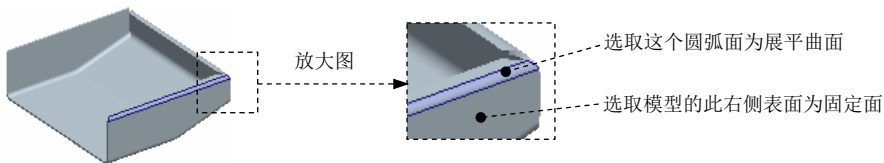
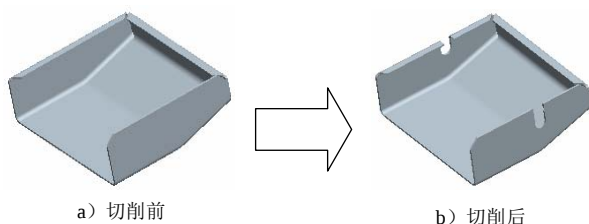
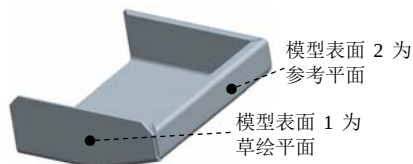
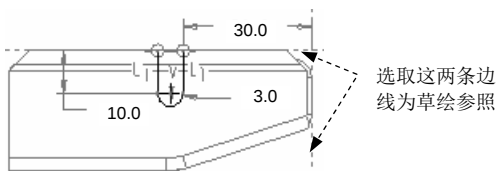

图 11.6.33 选取固定面和展平曲面
图 11.6.34 拉伸特征 2
图 11.6.35 草绘平面
图 11.6.36 截面草图
(1) 选择命令。单击 **模型** 功能选项卡 **折弯** 区域中的“展平”按钮 。
(2) 定义固定面。在“展平”操控板中单击 按钮,在系统 的提示下,选取图 11.6.33 所示的模型右侧表面为固定面。
(3) 定义钣金的展平选项。单击 **参考** 按钮,在系统弹出的“参考”界面中,将 **折弯几何** 下文本框中的选项全部移除,然后选取图 11.6.33 所示的圆弧面为展平曲面。
(4) 单击 按钮,完成展平特征的创建。
Step14. 创建图 11.6.34 所示的钣金拉伸切削特征 2。
(1) 单击 **模型** 功能选项卡 **形状** 区域中的 按钮,确认 按钮、 按钮和 按钮被按下。
(2) 绘制截面草图。选取图 11.6.35 所示的模型表面 1 为草绘平面，选取模型表面 2 为参考平面，方向为右；单击 **草绘** 按钮，绘制图 11.6.36 所示的截面草图。